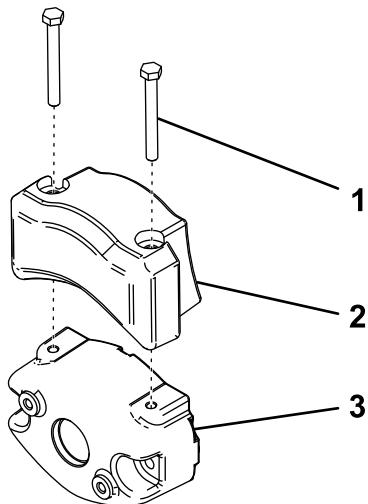

図 9
4. 図 9 のように、キャップスクリュ2本を使用して既存のカウンタウェイトに電動用ウェイトを取り付ける。